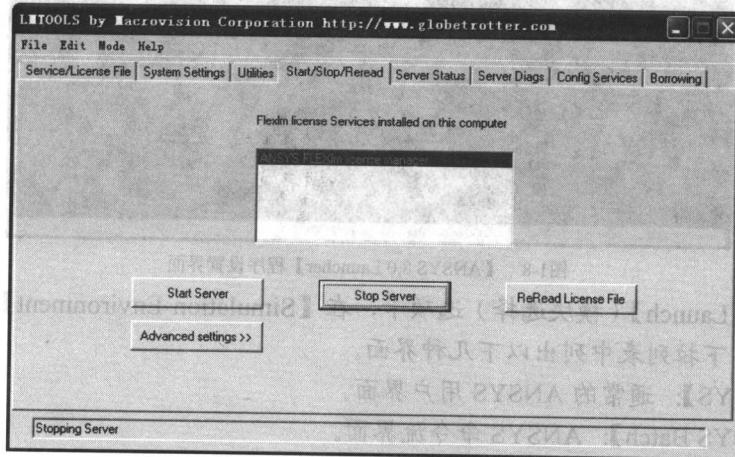

图1-6 【Start/Stop/Reread】选项卡中的“Stopping Server”提示
- (3) 选中【Start/Stop/Reread】选项卡，单击  按钮，直到提示行出现“Stopping Server”为止。单击  按钮，直到提示行出现“Server Start Successful”为止，如图 1-6 所示。